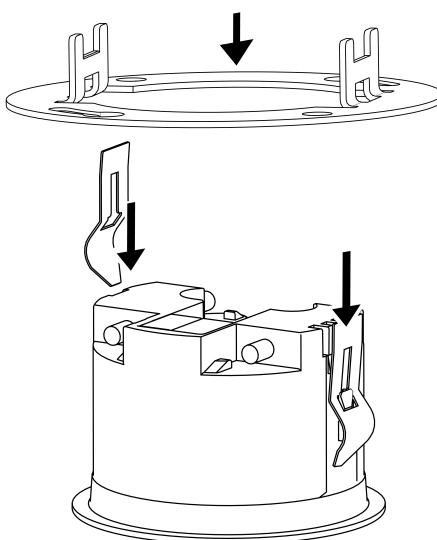

Figura 9
- Retirar la abrazadera elástica (3).
- Empujar por detrás los resortes de apriete (13) sobre las guías (2) en posición correcta, hasta que encajen (figura 9).